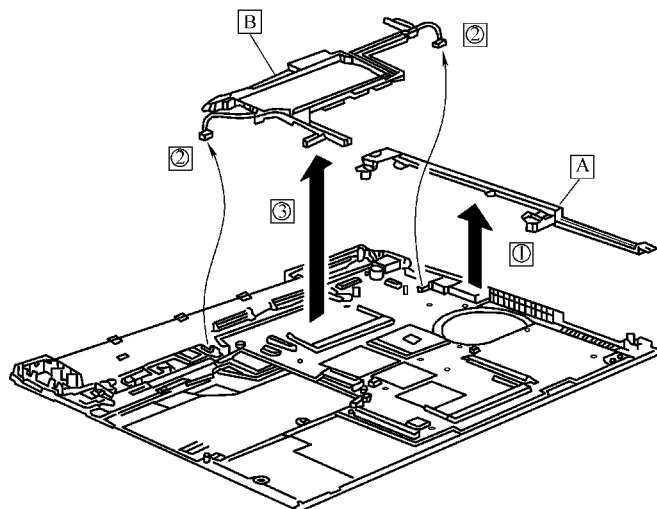

图 6-30 拆卸主板支架及导线槽方法示意图
笔记本电脑主板支架及导线槽的拆卸方法如图 6-30 所示，按照箭头“①”、“③”方向取出支架，将导线槽内的线理顺并取出，再将电线连接插件分开即可。